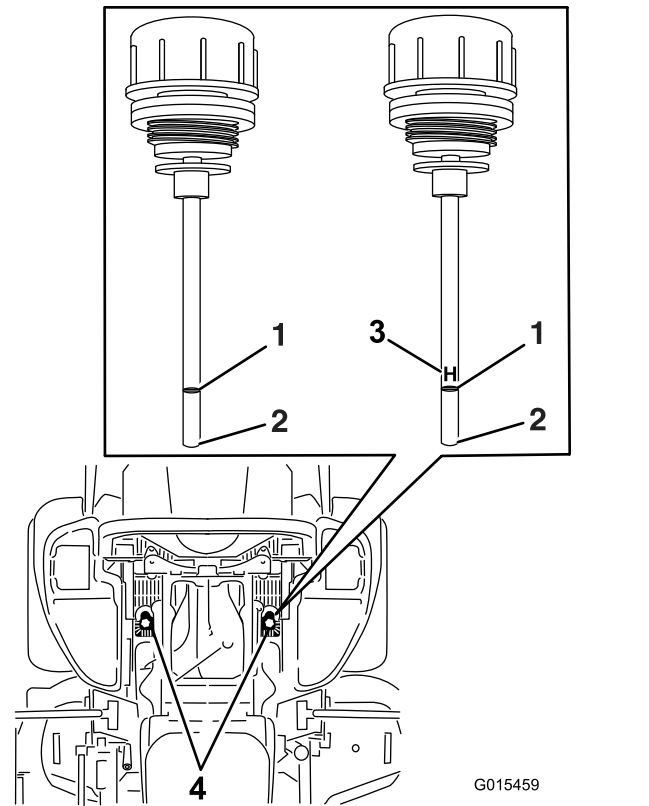

Figure 82
- Nettoyez la surface autour des jauges des réservoirs du système hydraulique (Figure 82).
- Sortez une jauge du réservoir hydraulique (Figure 82).
- Ressortez la jauge et examinez l'extrémité (Figure 82).